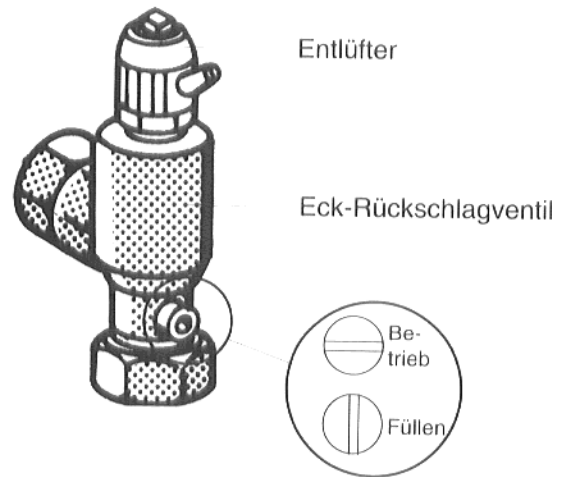

Abb. 10
- Schraubenschlitz der Stellschraube des Eck-Rückschlagventils in senkrechte Stellung (immer geöffnet) bringen (Abb. 10).
- Entlüftungsventil öffnen (Abb. 10).
- Sobald am Entlüftungsventil blasenfrei Wasser austritt, Entlüftungsventil schließen (Abb. 10).